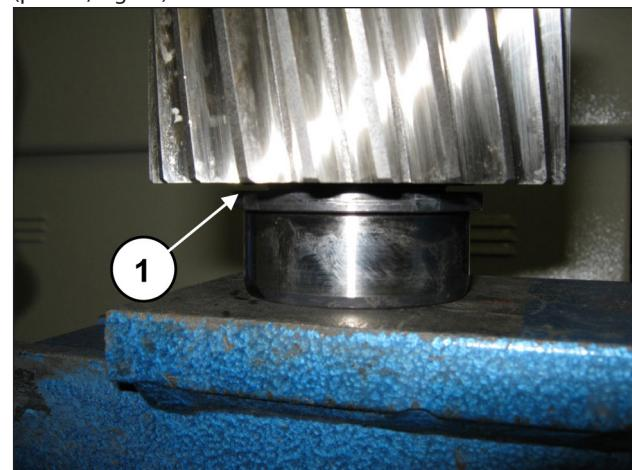

Fig. 82
Premontar en el piñón el anillo interior de cojinete 40x90x23 (pos. ①, Fig. 82) introduciéndolo a fondo.